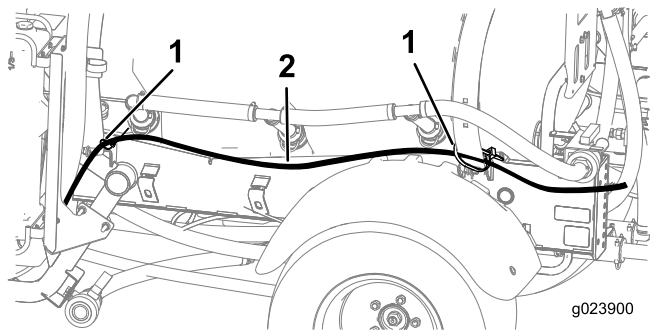

Figura 12
2. Encaminhe os 2 tubos de espuma das rampas para a frente para o lado da máquina com o suporte de montagem (Figura 12).